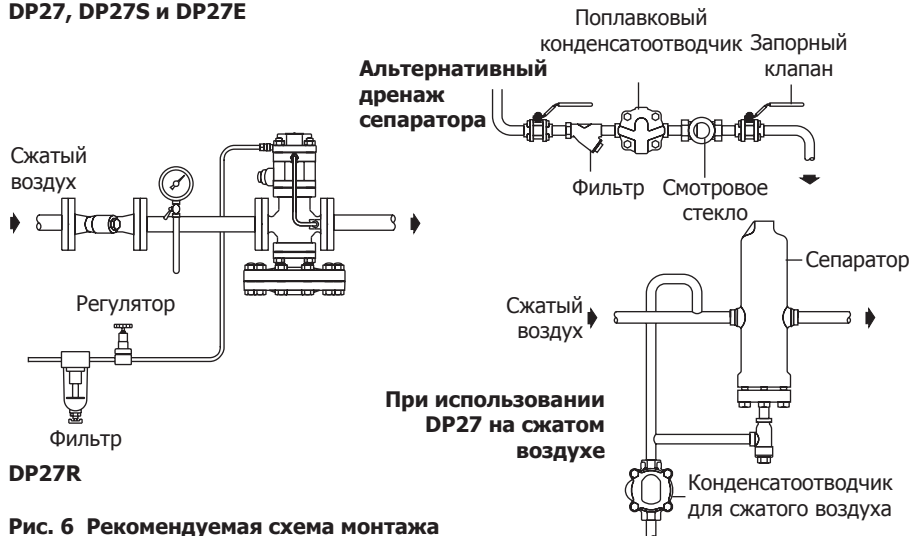
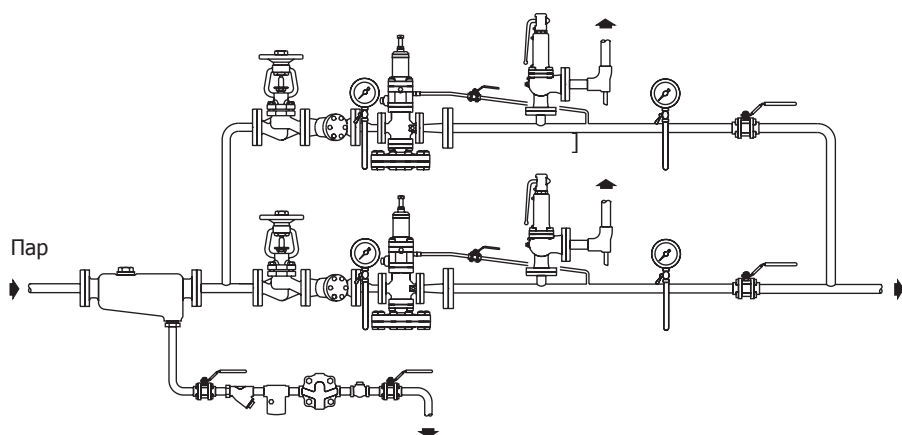
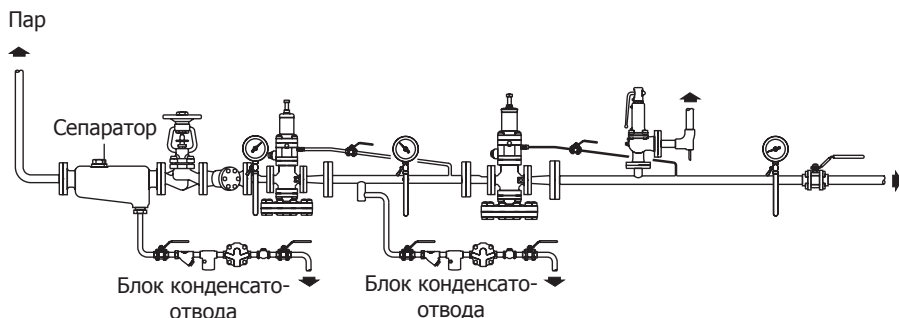

Рис. 6 Рекомендуемая схема монтажа
Рис. 7 Монтаж двух редукционных клапанов в параллель
Рис. 8 Последовательная установка двух редукционных клапанов
4.2 Монтаж (рис. 6, 7, 8)
Клапан должен всегда монтироваться на горизонтальном трубопроводе, камера основной диафрагмы должна находиться снизу (рис. 6). При больших нагрузках, больших перепадах нагрузки или необходимости точного регулирования, можно использовать параллельно два или больше клапанов (рис. 7). При снижении давления более, чем в 10 раз рекомендуется рассмотреть возможность последовательной установки двух клапанов. Во избежание нестабильности объем трубопровода между клапанами должен быть эквивалентен минимум 50 диаметрам по длине промежуточного трубопровода. Для обеспечения отвода конденсата в пространстве между клапанами требуется установка блока конденсатоотвода, как показано на рис. 8.
4.8 Балансировочная трубка (см. рис. 6)
Снять внутреннюю балансировочную трубку **Q** (см. рис. 23) и выкрутить обжимные фитинги из корпуса и пилотной камеры. Вместо обжимного фитинга **Q1** в отверстие в корпусе клапана с резьбой 1/8" BSP вкрутите пробку, которая находится в мешочке, прикреплённом к корпусу клапана. В другое отверстие с резьбой 1/8" BSP в камере пилотного клапана вкрутите другой новый обжимной фитинг для соединения данного места с верхней частью паропровода (см. рис. 6). Место соединения с паропроводом должно находиться на расстоянии 0.9 м или на 15 DN трубопровода (какое расстояние будет больше) от ближайшей арматуры. Балансировочная трубка должна иметь уклон в сторону движения пара, что обеспечит ее дренаж. На трубке може быть установлен запорный клапан. Если диаметр основного трубопровода не позволяет обеспечить наклон трубки ее можно присоединить к трубопроводу сбоку.